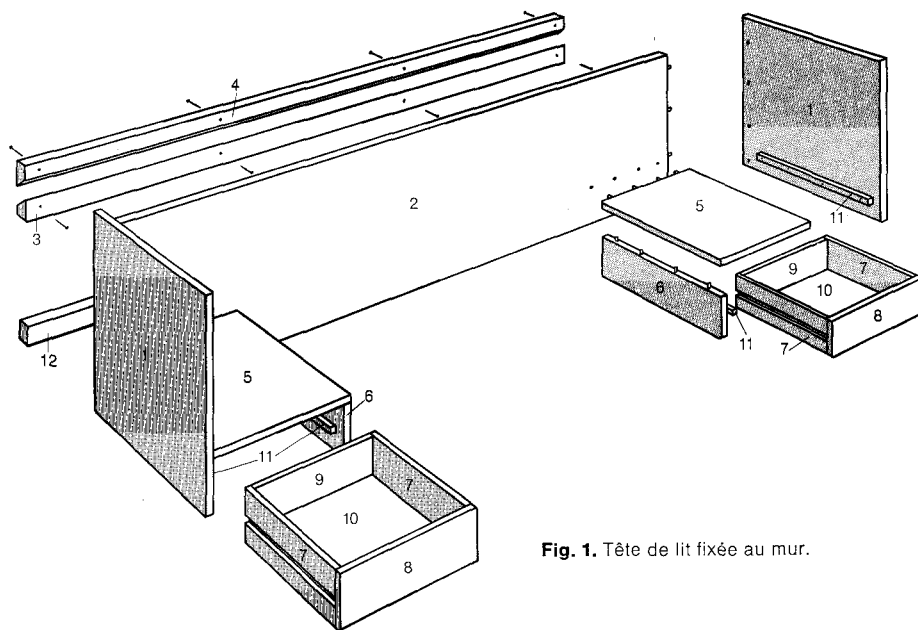

Fig. 1. Tête de lit fixée au mur.
Fixez le panneau de bout extérieur (5) au mur de la penderie. Sur un mur creux, utilisez des boulons d'ancrage (p. 76), aux deux coins du panneau. Deux équerres de 3" fixeront le panneau (5) au plancher. Espacez-le de 36" du panneau (fig. 1, p. 556). Posez le panneau supérieur (1) sur les panneaux de bout (5). Collez et fixez à l'aide de vis N° 6, tête plate, 1½".
panneau (5). Servez-vous de boulons d'ancrage ou vissez au colombage. Installez les supports de tringle (12) et la tringle (13), puis le panneau de jonction (2). Si vous construisez à même un placard, un des supports de tringle sera fixé au panneau de bout et l'autre au mur avec des boulons d'ancrage. Dans le cas de la penderie encastree, les supports de tringle sont vissés aux panneaux des bouts (5) (fig. 1).